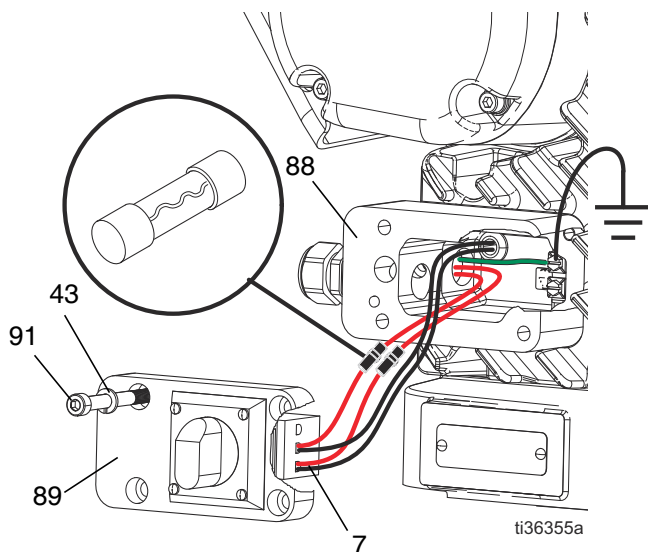

FIG. 10: Säkringarnas placering
3. Ta bort de fyra skruvarna (91) och ta bort kopplingsboxens kåpa (89) från drivenhet för att få åtkomst till frångkopplingsblocket (7). Se FIG. 10.